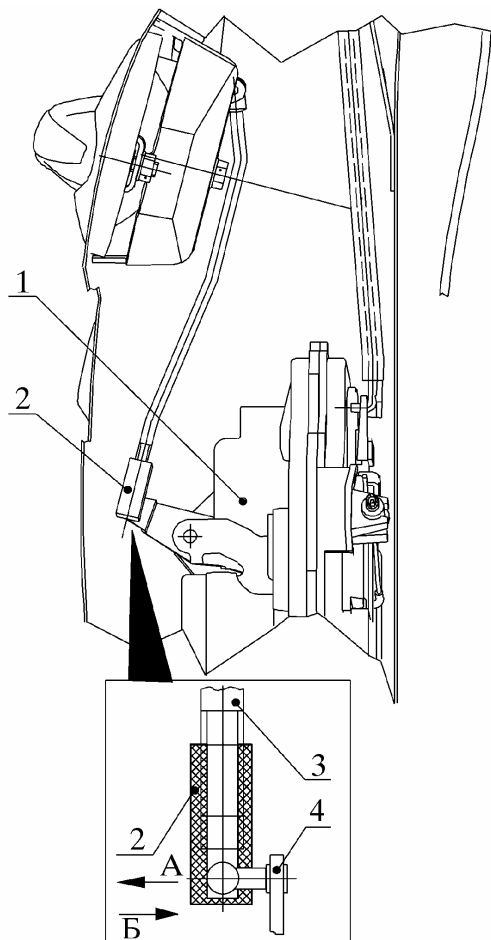

Рис. 34. Регулировка длины тяги наружной ручки:
7.2.7.1. Отсоединить наконечник 2 (рис. 34) тяги 3 наружной ручки от шарового пальца ротора 4 замка 1 по стрелке А